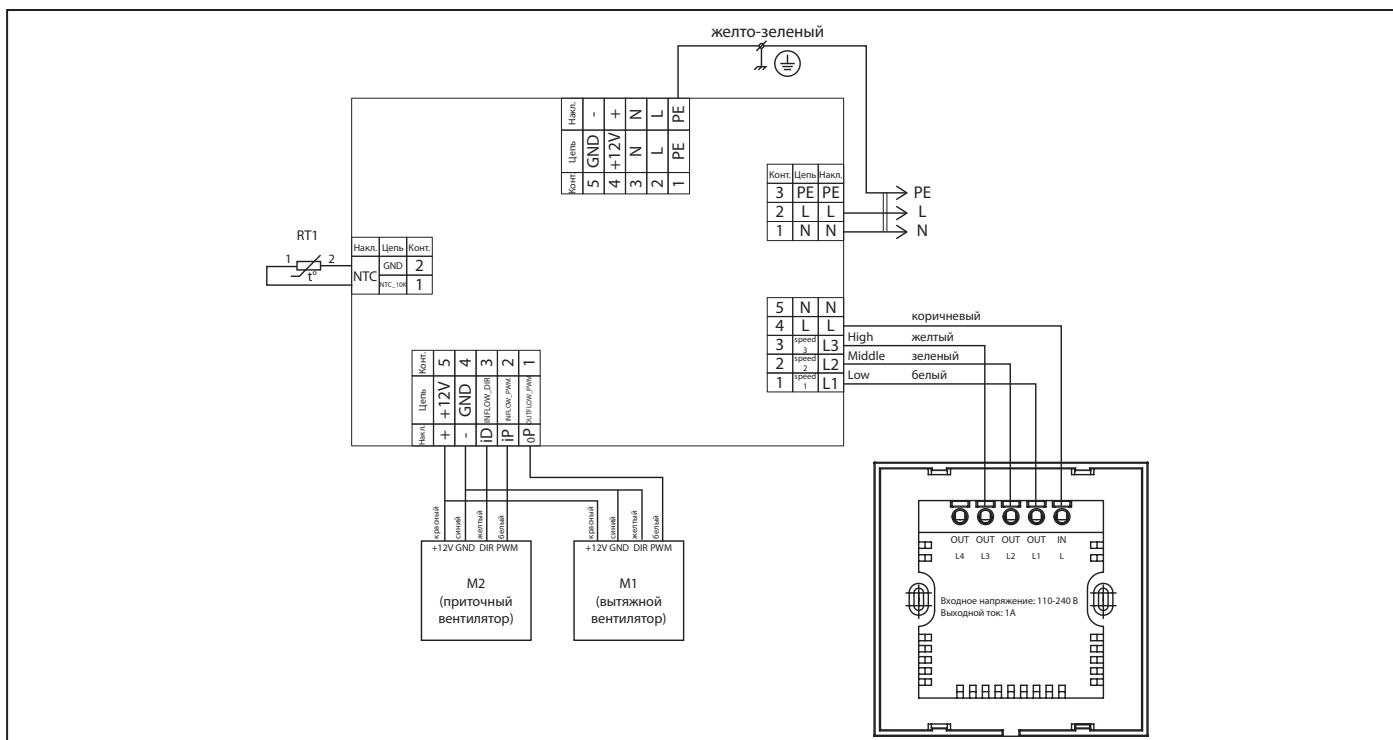

Рис. 12. Схема подключения
Модуль контроллера установки расположен под защитной панелью установки, рис. 12. Подключение установки к сенсорному переключателю скоростей осуществляется 4-х жильным кабелем, длиной 3м, который поставляется в комплекте. Сечение каждой жилы не менее 0,25 мм². Максимальная длина кабеля от установки до сенсорного переключателя скоростей – 30 м.
- 5) Подключите кабель управления к переключателю скорости в соответствии со схемой (рис. 12).